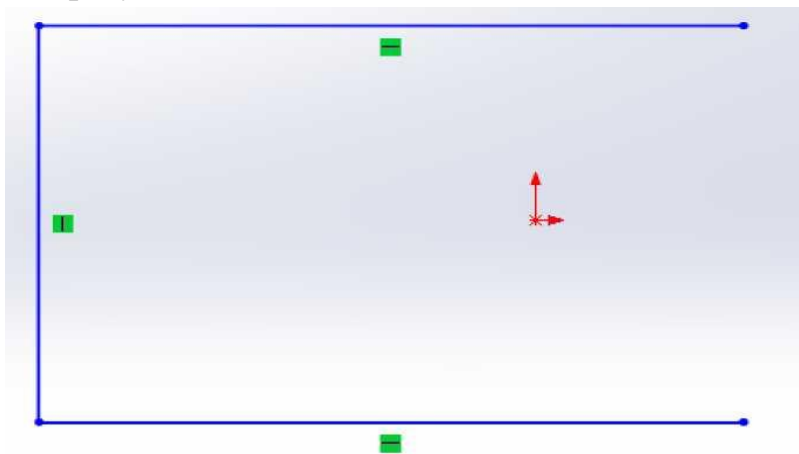

Рис.16. Результуючий ескіз після видалення однієї сторони прямокутника
3.6. Видалити одну сторону прямокутника, натиснувши на неї лівою кнопкою миші далі видалити вибраний елемент кнопкою Delete на клавіатурі. На рис. 16 показаний результат виконання команди Delete.